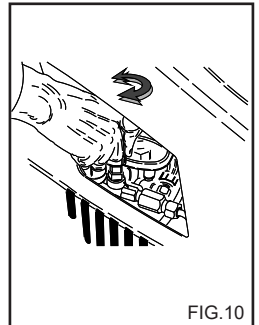

FIG.10
Trykkregulatoren, fig. 10 gjør at brukeren kan regulere arbeidstrykket. Når knapp C vris moturs (B) (minimum), reduseres driftstrykket.